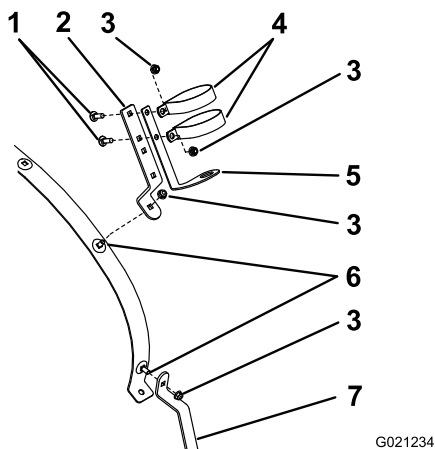

図 3
2. 下ホースフックを、図 3 に示すように取り付ける；キャリッジボルト (5/16 x 3/4 インチ) とフランジナット (5/16 インチ) を使用する。
3. 上ホースフックを、図 3 に示すように取り付ける；キャリッジボルト (5/16 x 3/4 インチ) とフランジナット (5/16 インチ) を使用する。
4. 図 3に示すように、スプレーガン・ブラケットを上ホースフックに組み付ける。